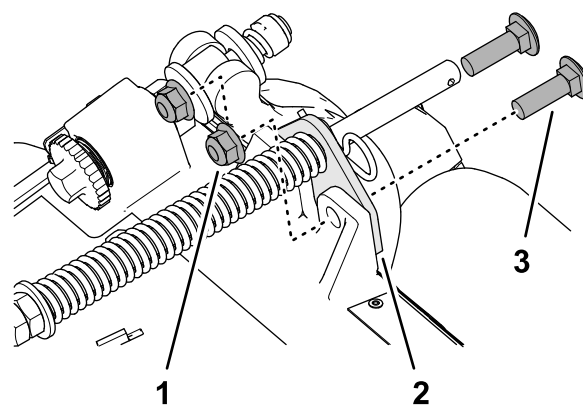

Figura 8
2. Retire las 2 contratueras con arandela prensada ($\frac{3}{8}$ ") y los 2 pernos de cuello cuadrado ($\frac{3}{8}$ " x $1\frac{1}{4}$ ") que sujetan el soporte del muelle de compensación al bastidor de la unidad de corte (Figura 8).